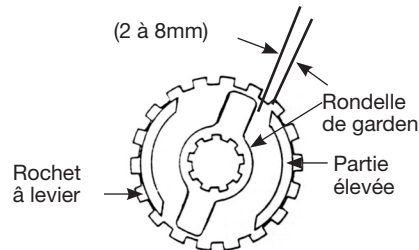

Figure 9 - Positionnement de la rondelle de garde
l'ensemble couvercle du frein (14) sur le bâti et visser le rochet à levier (33) sur l'arbre du pignon. Presser fermement le rochet à levier en position et fixez l'ensemble couvercle du frein au bâti avec les quatre boulons (9). Positionner la rondelle de garde (18) sur l'arbre du pignon de pour qu'il y ait entre 2 à 8 mm entre le bord de la rondelle de garde et la partie élevée de la jante du rochet à levier (Voir Figure 9). Assurez-vous que le levier de direction est en position neutre ("N") et que le ressort du cran d'arrêt et son arbre (20) sont dans l'ensemble du levier (16), fixer